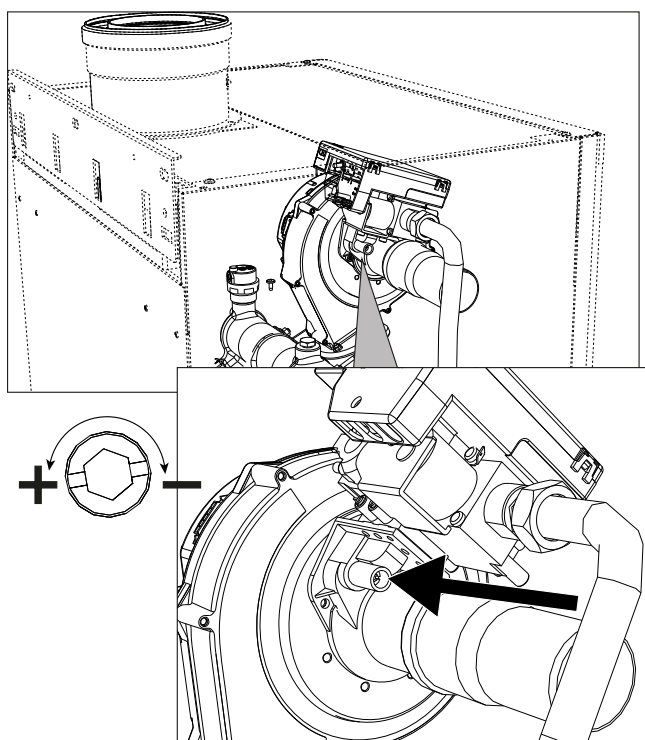
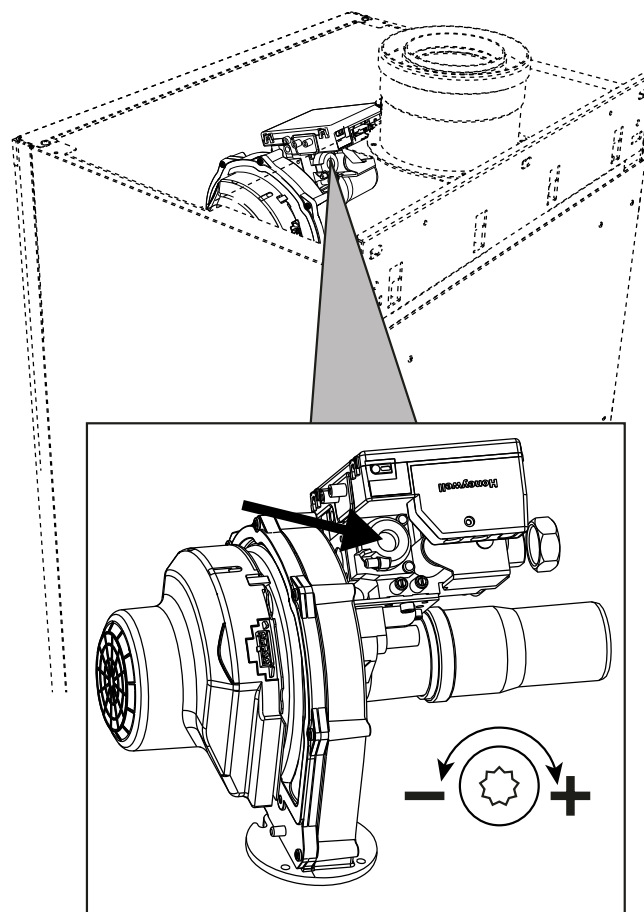
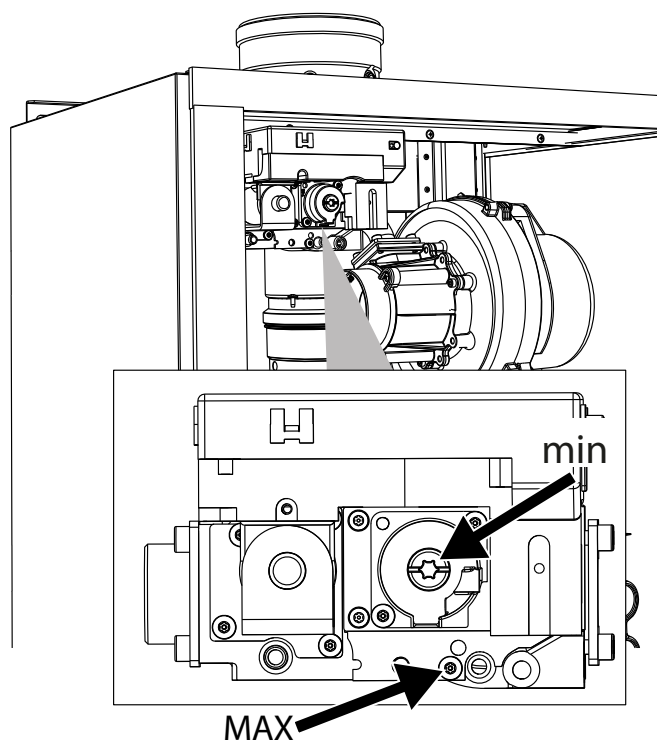

fig. 73- Reglarea maximă la modelele W 60 i W 80
fig. 74- Reglarea minimă la modelele W 60 i W 80
fig. 75- Reglarea maximă i minimă la modelele W 99, W 120 i W 150
- În cazul în care valorile sunt diverse de cele indicate, reglați CO₂ cu ajutorul șurubului de reglare a maximului, aducându-l la valorile de CO₂ indicate. Vezi **fig. 73** pentru modelele **W 60** și **W 80** sau **fig. 75** pentru modelele **W 99**, **W 120** și **W 150**.
- În cazul în care valorile CO₂ sunt diverse de cele indicate, reglați delicat cu ajutorul șurubului de „OFFSET” minim, verificând ca valoarea CO₂ să fie corectă. Vezi **fig. 74** pentru modelele **W 60** și **W 80** sau **fig. 75** pentru modelele **W 99**, **W 120** și **W 150**.